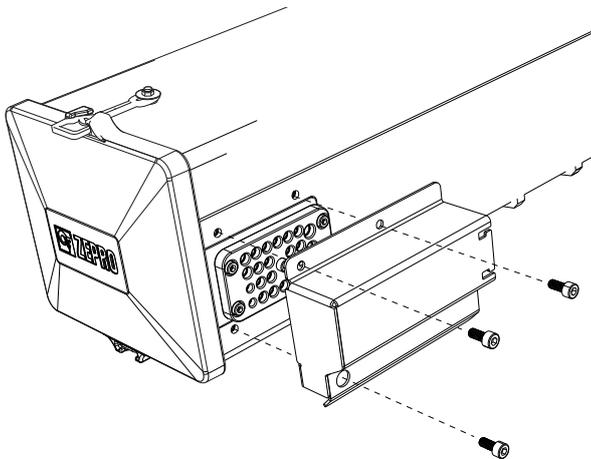

Abbildung 60. Die Schutzabdeckung der Kabeldurchführung ist mit drei Schrauben befestigt.
1. Entfernen Sie die mit drei Schrauben befestigte Schutzabdeckung der Kabeldurchführung, siehe Abbildung 60.
2. Bringen Sie die Schutzabdeckung der Kabeldurchführung mit den drei dazu gehörenden Schrauben wieder an, siehe Abbildung 60. Anzugsdrehmoment: 8 Nm.